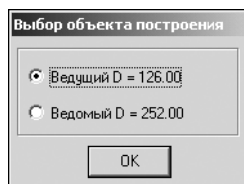

Рис. 4.64.
4. После выполнения расчетов на экране появится окно, в котором необходимо выбрать для дальнейшей работы один из шкивов (рис. 4.64).